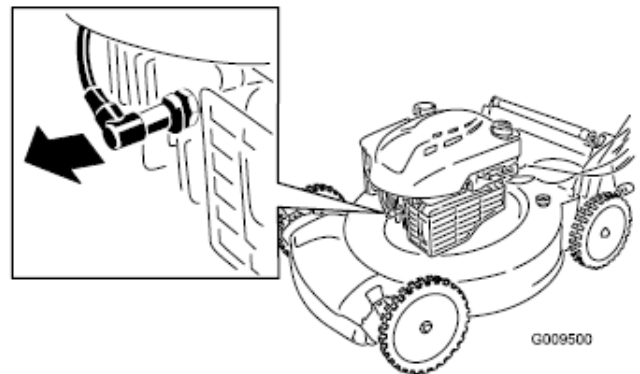

Figure 18
2. Przed przystąpieniem do konserwacji odłączyć końcówkę przewodu wysokiego napięcia od świecy zapłonowej (Fig. 18).